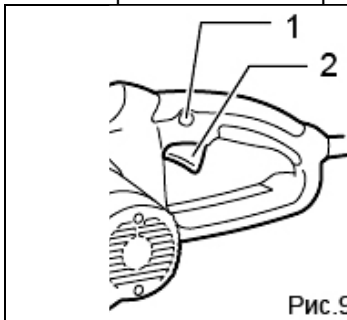

Рис.9
- Затем одновременно нажмите стопорную кнопку (1, Рис. 9 ниже) и клавишный выключатель (2, Рис. 9) на ручке цепной пилы, после чего цепь придет в движение и можно приступать к работе.